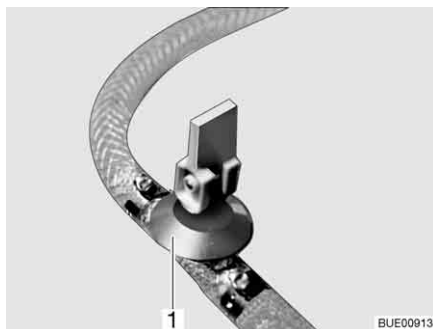
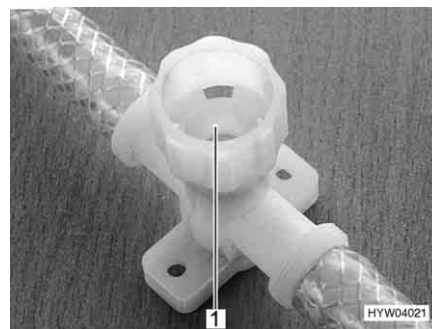

Bild 220 Avtappningskran (med vipparm)
Bild 221 Avtappningskran (med vred)
- Stäng alla avtappningskranar. Ställ för detta avtappningskranens vipparm (Bild 220,1) vågrätt eller vrid avtappningskranens kran (Bild 221,1) medurs.